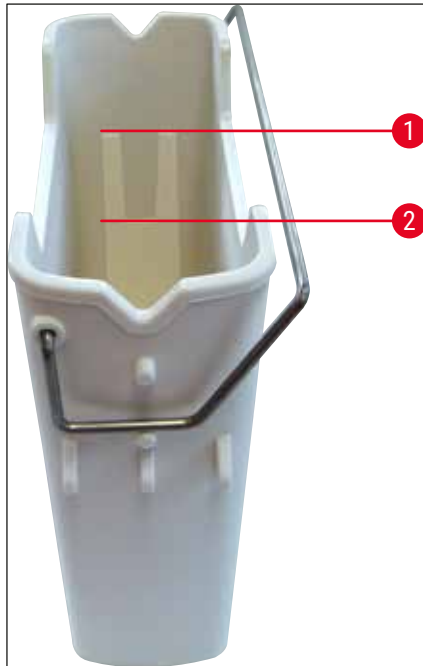

Abb. 67
4. Prüfen, ob Füllstand ausreichend ist (→ Abb. 67) und das Reagenz frei von Verschmutzungen ist. Bei Verschmutzung ist das Xylol zu erneuern (→ S. 39 – 4.6.3 Reagenzienküvetten vorbereiten, befüllen und in die Eingabeschublade einsetzen) und die Reagenzienküvette vor dem Wiederbefüllen zu reinigen.